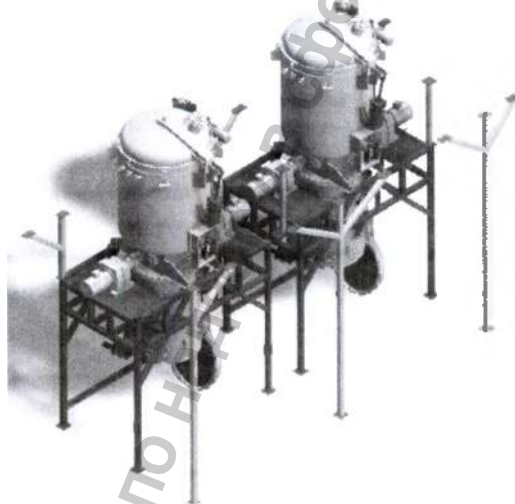

Рисунок 12
- ◆ Соберите длинные колонны, поднимите их в положение, указанное на чертежах, обращая особое внимание на относительное положение номеров деталей и платформы. (Рис. 12)